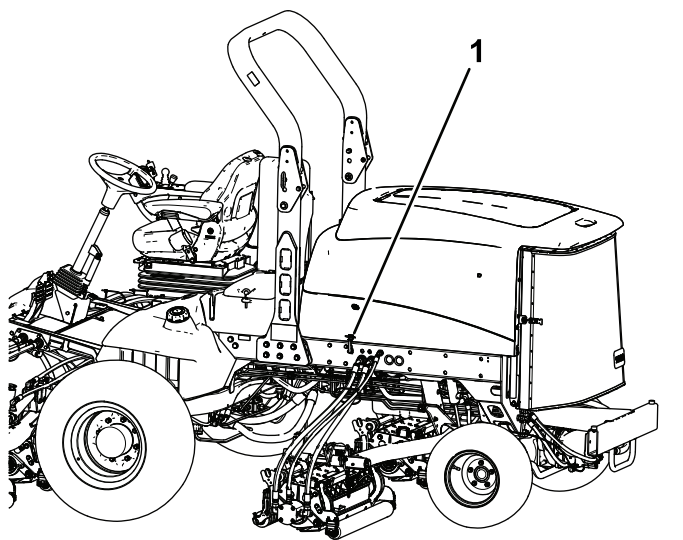

Figure 68
1. Ouvrez les loquets (Figure 68) du capot et faites pivoter celui-ci pour l'ouvrir.